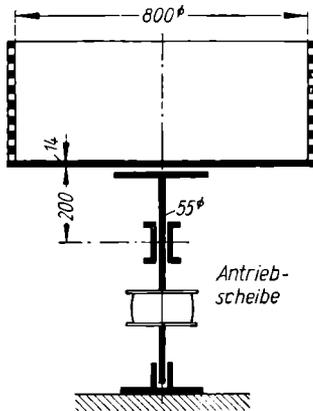

Bild 70
95. Bei einer Zentrifuge für Zuckerbereitung führt eine kreisförmige Stahlblechscheibe von 800 mm Durchmesser, 14 mm Dicke und der Dichte 7,85 kg/dm³ 1500 U/min um eine senkrechte Achse aus (Bild 70). Gesucht wird a) das Gewicht der Scheibe; b) die Fliehkraft einer Scheibenhälfte; c) die durch die Fliehkräfte in der Scheibe erzeugte Zugspannung; d) die Biegespannung, welche in dem 55 mm dicken oberen Lagerzapfen der Welle auftritt, wenn die Scheibe um 1 mm exzentrisch zur Drehachse liegt.